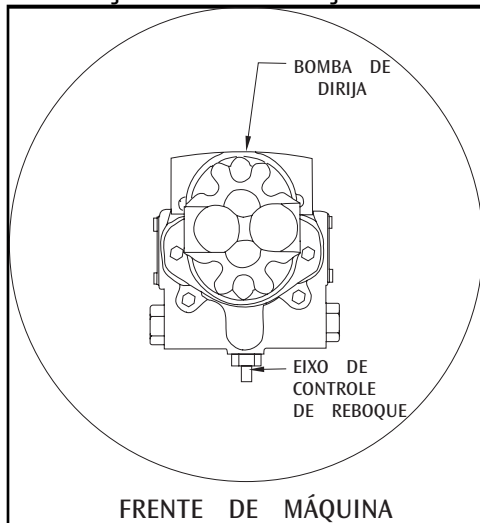

FIGURA 12
1. Localize a extensão do eixo de controle de reboque, conforme mostra a Figura 12. O eixo de controle de reboque fica localizado em baixo da bomba.